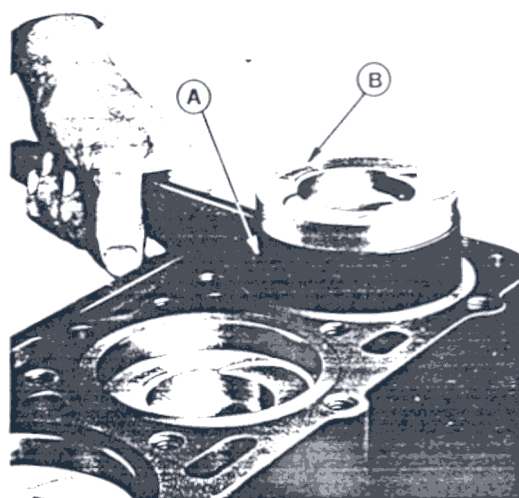

Fig. 01A-12H-01 - Montaje de pistones
4. Instalar los conjuntos de pistones y bielas en los cilindros correctos, con la flecha y la palabra "FRONT" en la corona de cada pistón situadas hacia la parte delantera del motor. (En algunos casos la palabra "FRONT" está omitida y hay solamente una cabeza de flecha. Ver fig. 01A-12H-01).